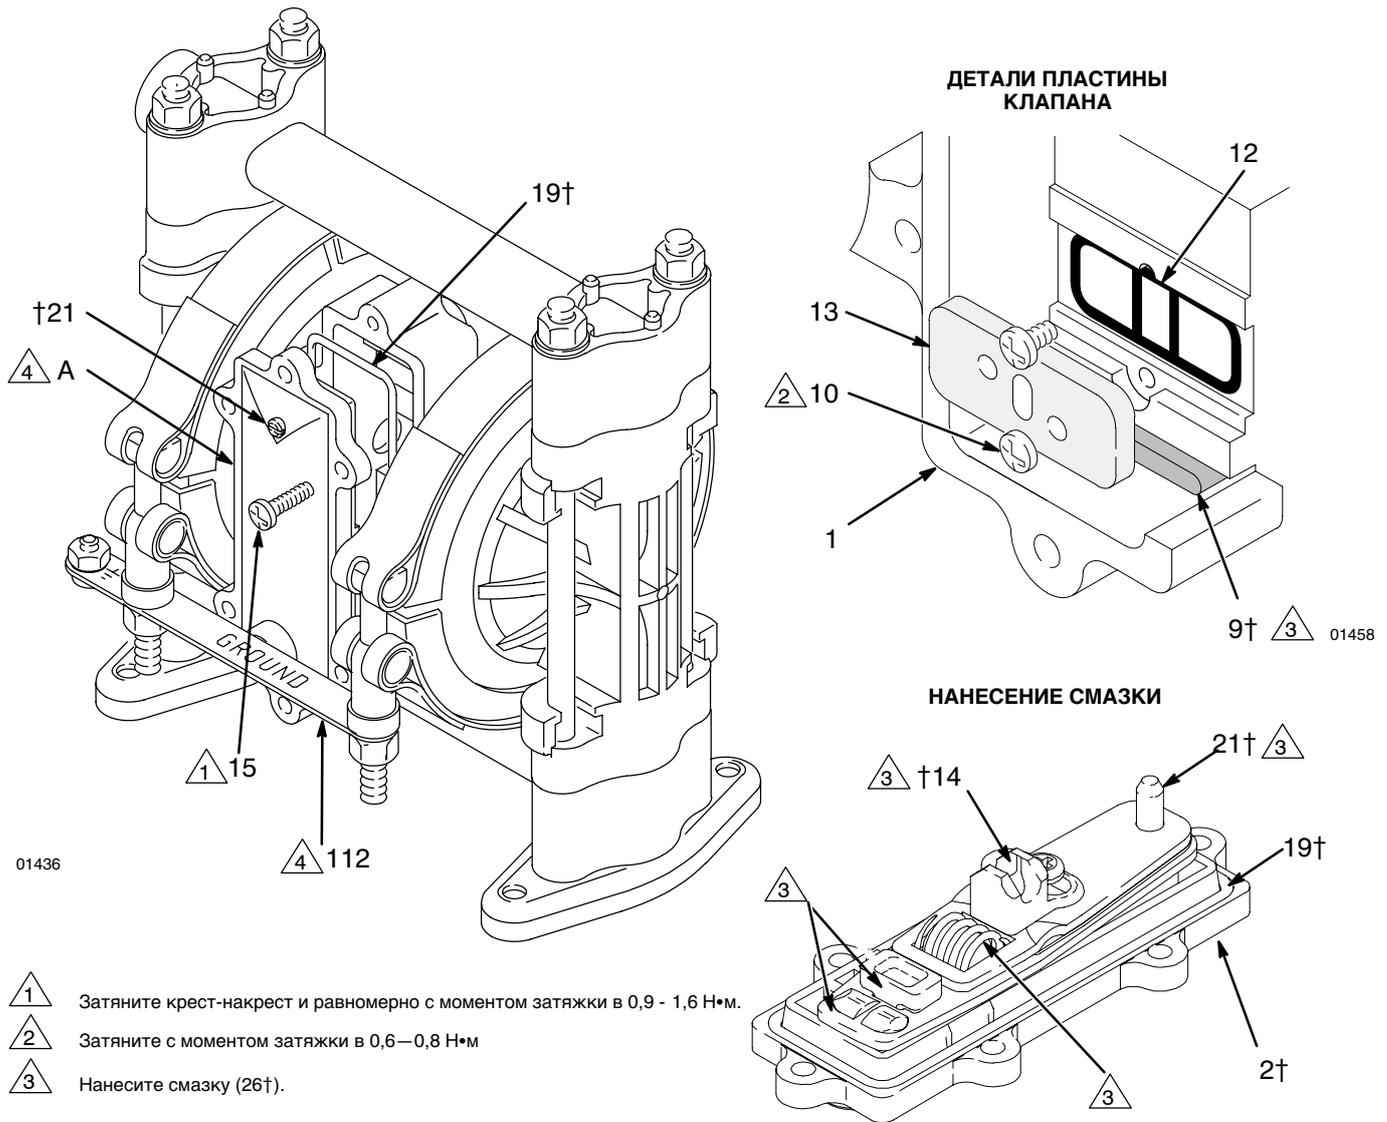

Рис. 8
2. Выкрутите шесть крепежных винтов (15) и снимите воздушный клапан (A) с насоса. Смотрите Рис. 8.
3. Смотрите Детали пластины клапана на Рис. 8. Выкрутите два винта (10), удерживающие пластину клапана (13) на насосе. Используйте съёмник для уплотнительного кольца для извлечения пластины клапана, уплотнения (12) и подшипника (9).
4. Нанесите смазку (26†) на подшипник (9†). Вставьте подшипник и уплотнение (12) в корпус насоса (1). Установите пластину клапана (13) и закрепите двумя винтами (10†), как показано на рисунке. Затяните винты с моментом затяжки в 0,6 - 0,8 Н•м.
6. Нанесите смазку (26†) в местах, показанных на Рис. 8.
7. Совместите новый узел воздушного клапана таким образом, чтобы возвратная ось (21†) находилась вверху. Установите клапан на насосе и убедитесь, что седло клапана (14†) входит в углубленную часть на оси диафрагмы (23). Установите шесть винтов (15) и затяните крест-накрест и равномерно с моментом затяжки в 0,9 - 1,6 Н•м.
6. Снова установите воздушный клапан с помощью шести крепежных винтов (15). См. Рис. 8.